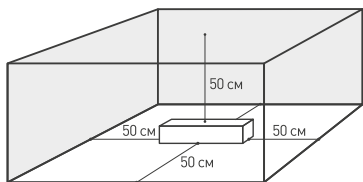
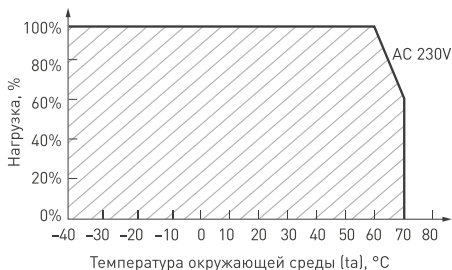

Рис. 2. Свободное пространство вокруг источника
Рис. 3. Максимальная допустимая нагрузка, % от мощности источника
- 4.3. Для естественной вентиляции обеспечьте не менее 50 см свободного пространства вокруг источника питания, как изображено на рис. 2. При невозможности обеспечить свободное пространство используйте принудительную вентиляцию. В случае установки в ограниченном пространстве (например, лайтбокс или профиль) предусмотрите обеспечение требуемого температурного режима источника питания согласно рис. 3.
- 4.4. Не нагружайте источник питания более чем на 95% от его максимальной мощности. Учитывайте, что с повышением температуры окружающей среды, максимальная мощность источника питания снижается, см. график зависимости на рис. 3.